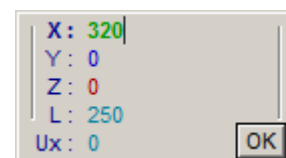

Рис.8.12. Окно координат
- Нажмите клавишу **X** на клавиатуре. В окне координат активируется поле ввода координаты X. Задайте величину координаты **320мм** (рис.8.12). Проконтролируйте, чтобы координата **Y** была **0**.